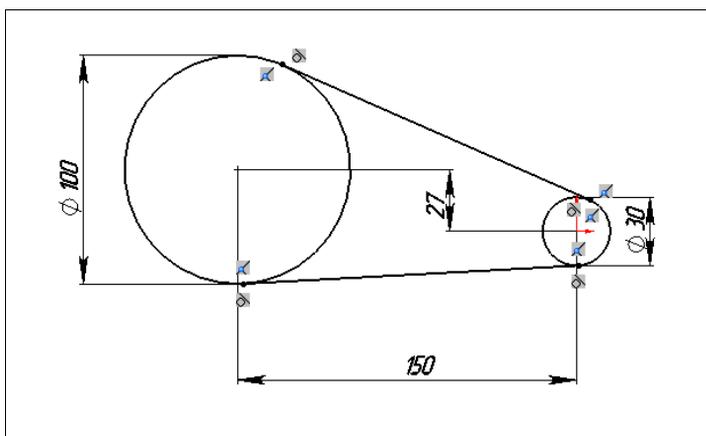

Рис. 6.81
**Редактировать эскиз**. Войдем в эскиз и изменим радиус Шкива1 с 50 до 100 мм, а также положение его центра относительно Шкива 2 (рис. 6.81).